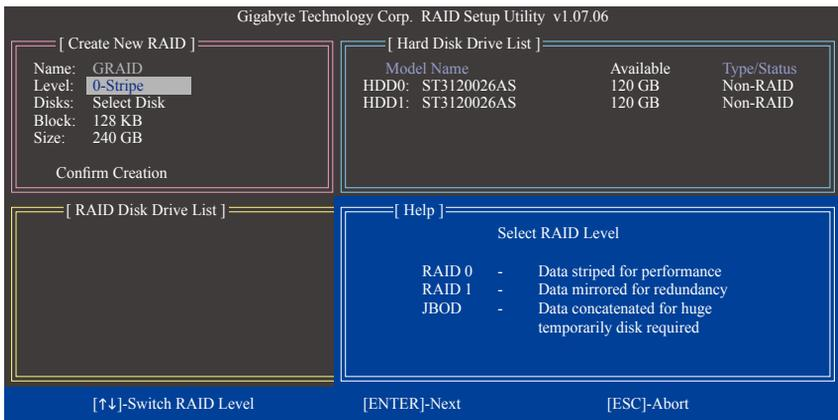

图5
请在「Create New RAID」区依序设定制作磁盘阵列所需的信息。(图5)
2. 选择要制作的磁盘阵列模式(Level): 以<↑>或<↓>键选择要制作的磁盘阵列模式, 选项有 RAID 0 (Stripe)、RAID 1 (Mirror)及JBOD (图5)。完成后按<Enter>键移至下一步骤。